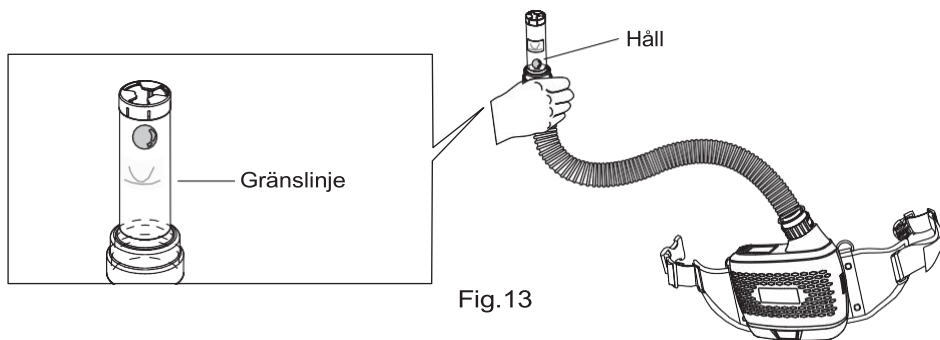

Fig.13
- Anslut slangens ände till luftflödesmätarens botten och tryck sedan på knappen för att starta. Håll luftflödesindikatorn horisontellt (se fig. 13). Om kulan i slangens svävar över gränslinjen i låghastighetsläge indikerar det att funktionen är normal.